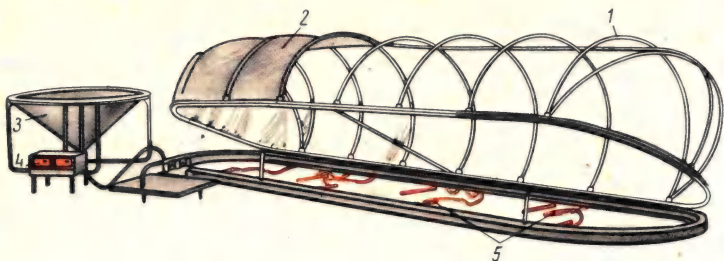

Рис. 23. Парник типа ПП-1:
**Приусадебный парник типа ПП-1.** Парник с автоматическим поливом и электрообогревом (рис. 23) представляет собой сборно-разборную конструкцию с пленочным ограждением. Система электрообогрева включает в себя нагревательные элементы, собранные в две гирлянды по десять элементов каждая, энергоблок с трансформатором ОСМ-10 и автоматическим выключателем АК-63-2МГ, электрический кабель. Нагревательные элементы получают питание от энергоблока через трансформатор напряжением 36 В. Система автоматического полива состоит из бака для воды вместимостью 100 л, ковша-дозатора, распределительной емкости и трубок-питателей. Суточный расход воды 6...10 л. Общая полезная площадь парника 5,5 м2, мощность нагревательных элементов 800 Вт, напряжение питающей сети 220 В. Габаритные размеры, м: длина 5, ширина 1,2 и высоты 0,8. Масса каркаса с пленкой 19,5 кг.